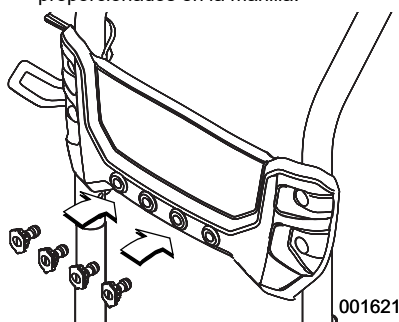

Figura 2-5. Inserte las boquillas
5. Consulte la **Figura 2-5**. Inserte y enganche las boquillas en los espacios proporcionados en la manilla.